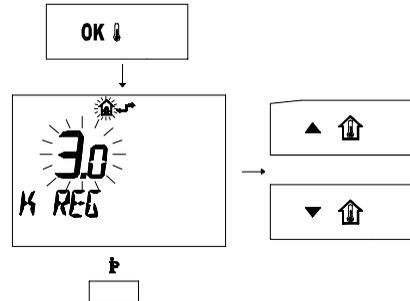

fig. 5.26
Premere il pulsante *OK* per arrivare alla finestra *K REG* (fig. 5.26)
- 4 Premere il pulsante P per uscire dalla modalità *INFO*. (fig. 5.26)
- 2 Premere contemporaneamente i pulsanti  e  per entrare nella programmazione trasparente (fig. 5.26)